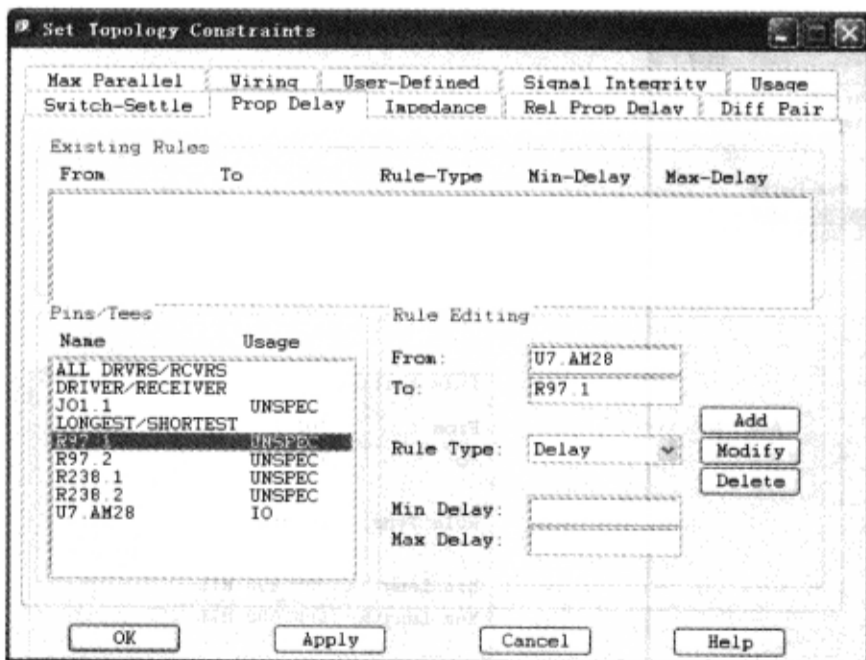

图 3-9-31 设置传输延时
(1) 在“Set Topology Constraints”窗口中选中“Prop Delay”标签页，从“Pins/Tees”列表选择“U7.AM28”，“Rule Editing”区域的“From”栏现在显示“U7.AM28”→从“Pins/Tees”列表选择“R97.1”，“Rule Editing”区域的“To”栏现在显示“R97.1”，如图 3-9-31 所示。